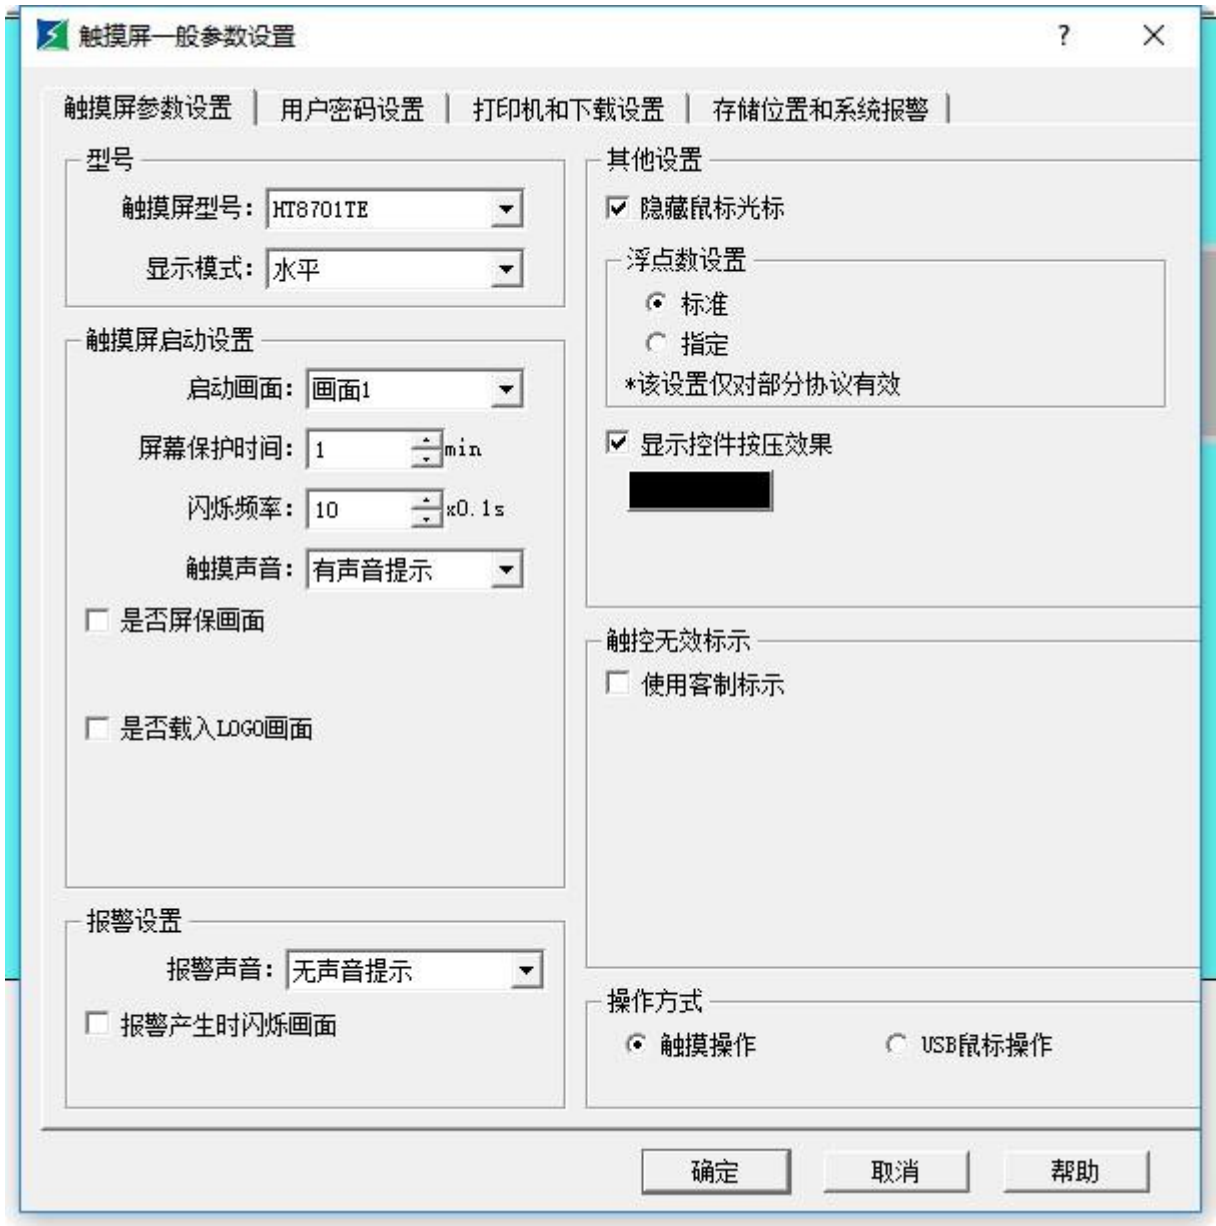

图 7-3 触摸屏参数设置一般设置对话框
- ◆ 双击“工程管理器”中的“触摸屏参数设置”选项，弹出如图 7-3 所示对话框：
1、在设定下拉菜单中，可以选择修改参数设定，也可以双击工程管理器中设置选项中的触摸屏参数设置来修改参数。弹出如下图 7-3 所示的对话框：